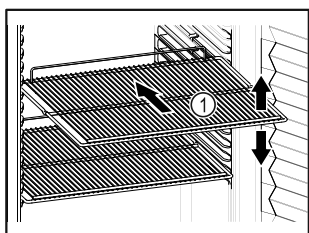

Fig. 82 Ilustrační zobrazení
- ❑ Pokud jsou odstavné rošty Fig. 82 (1) přemístitelné, přizpůsobte je vždy na danou výšku.